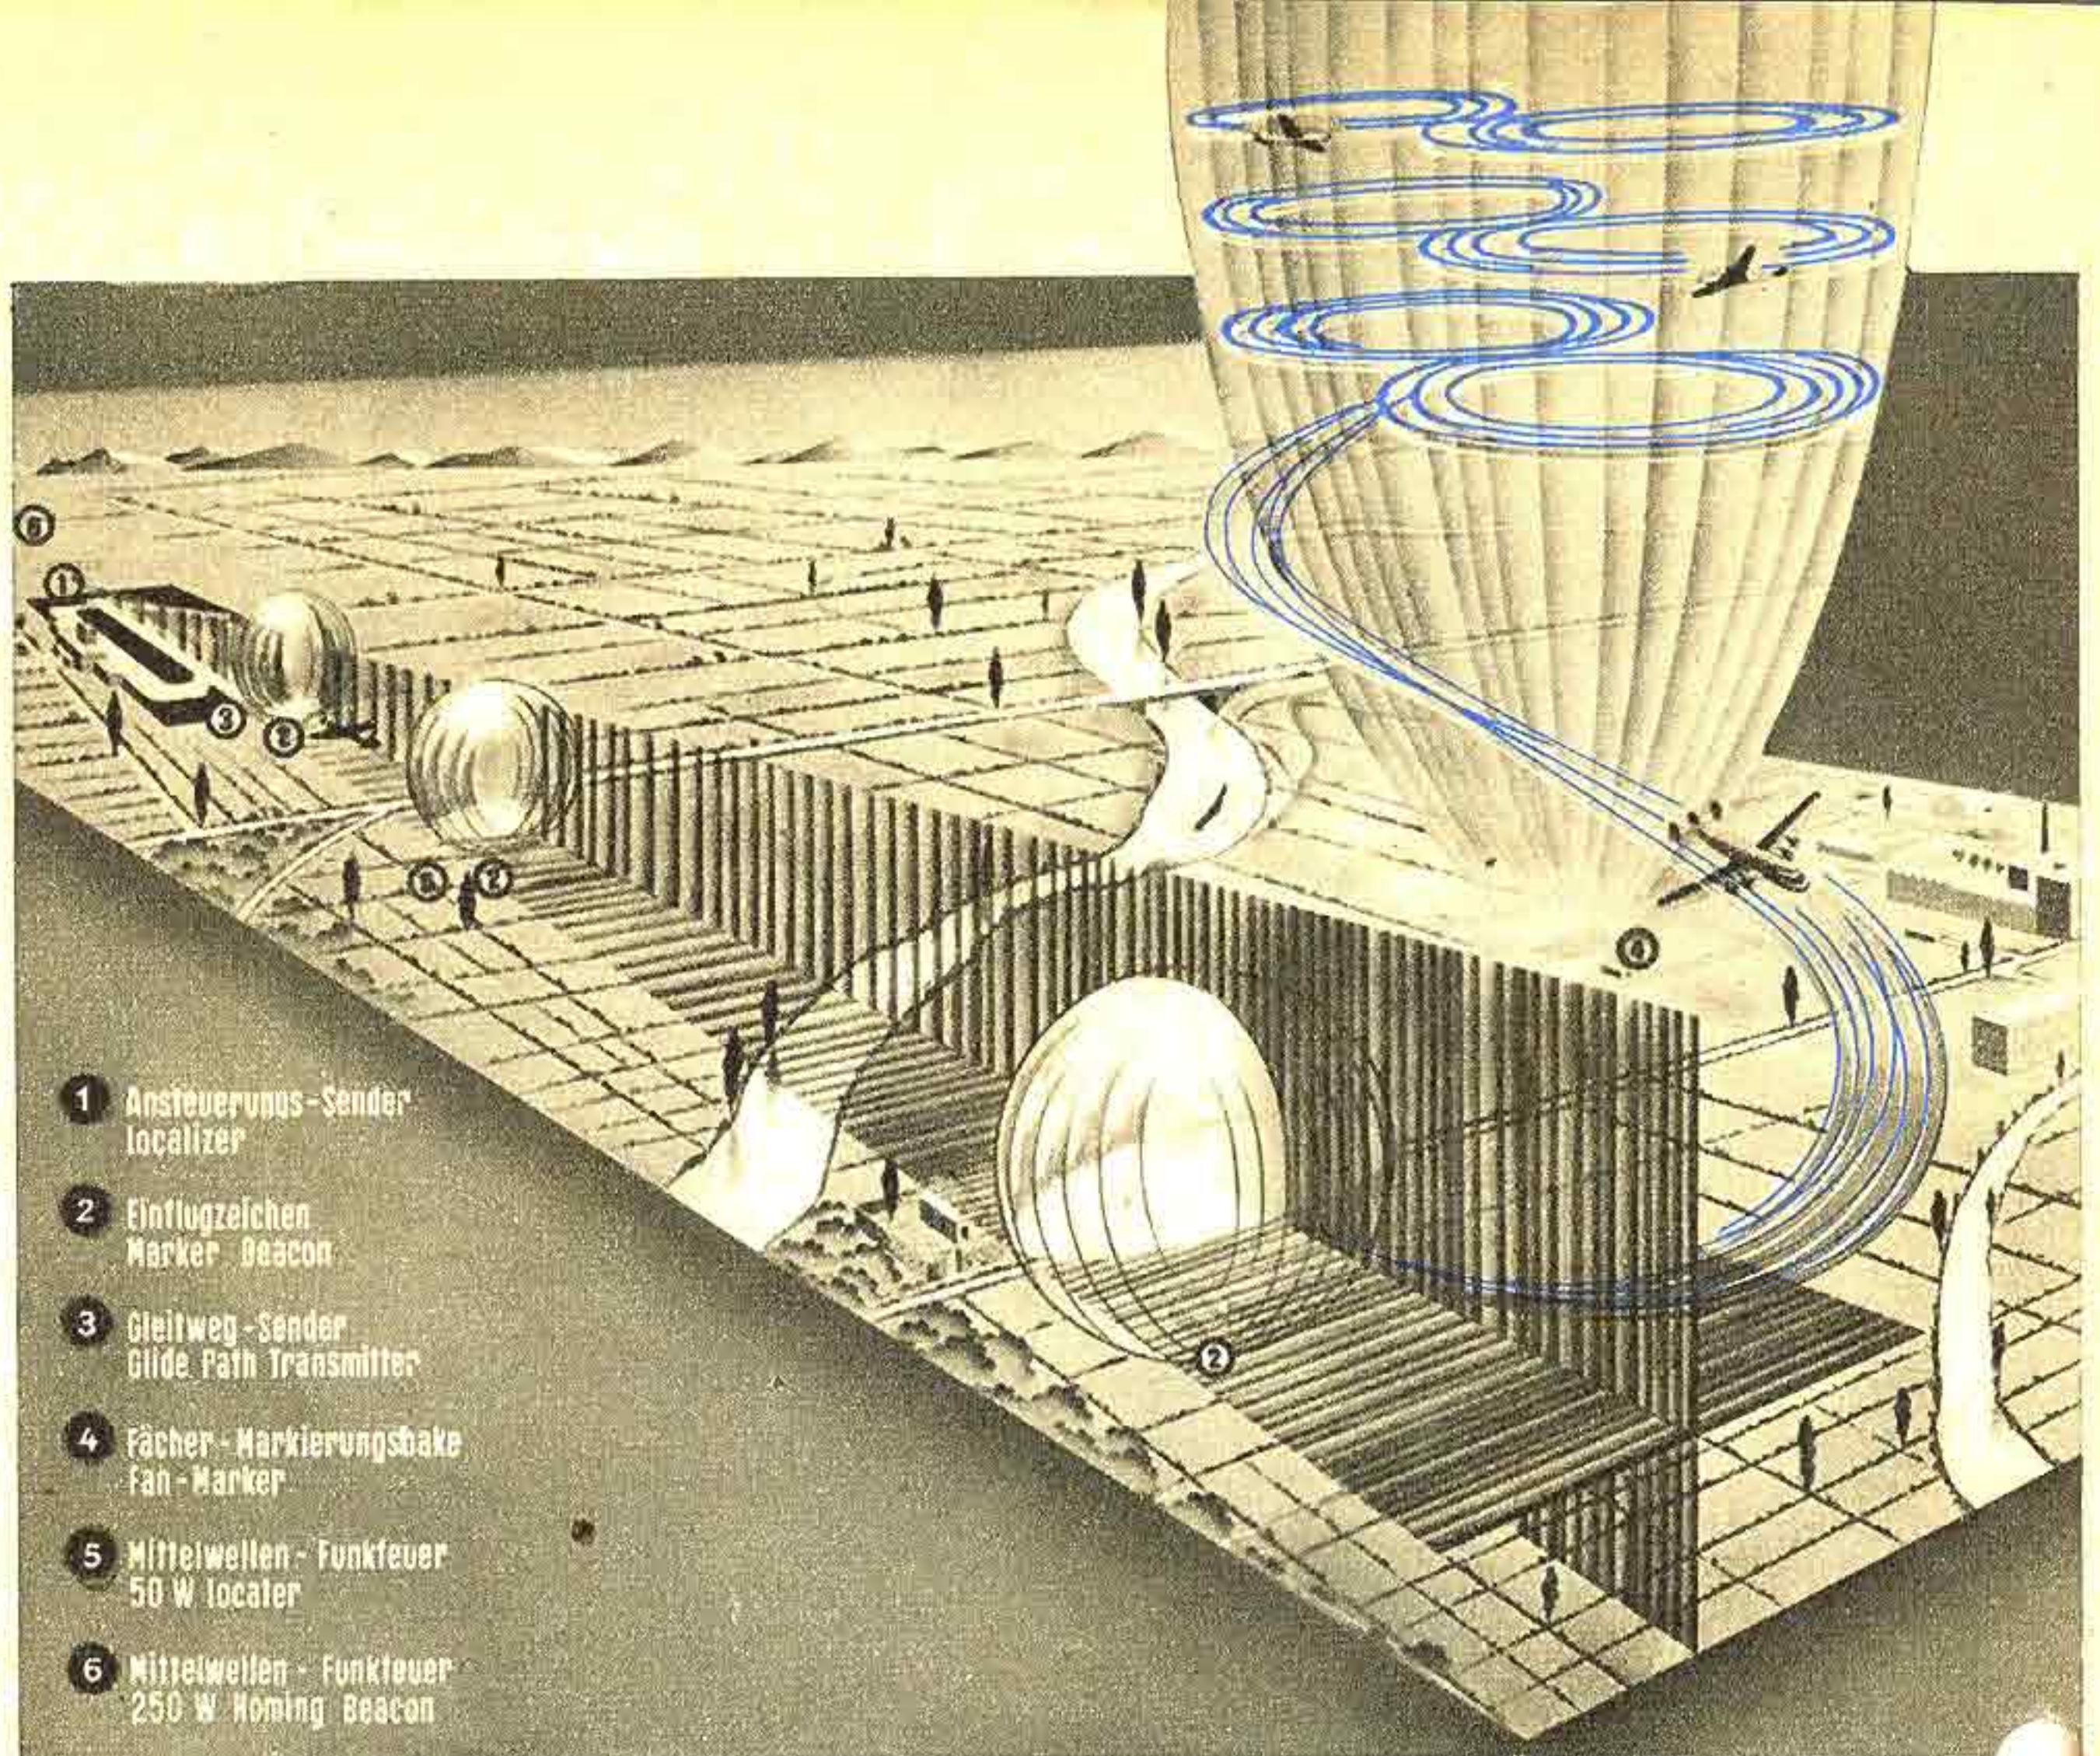
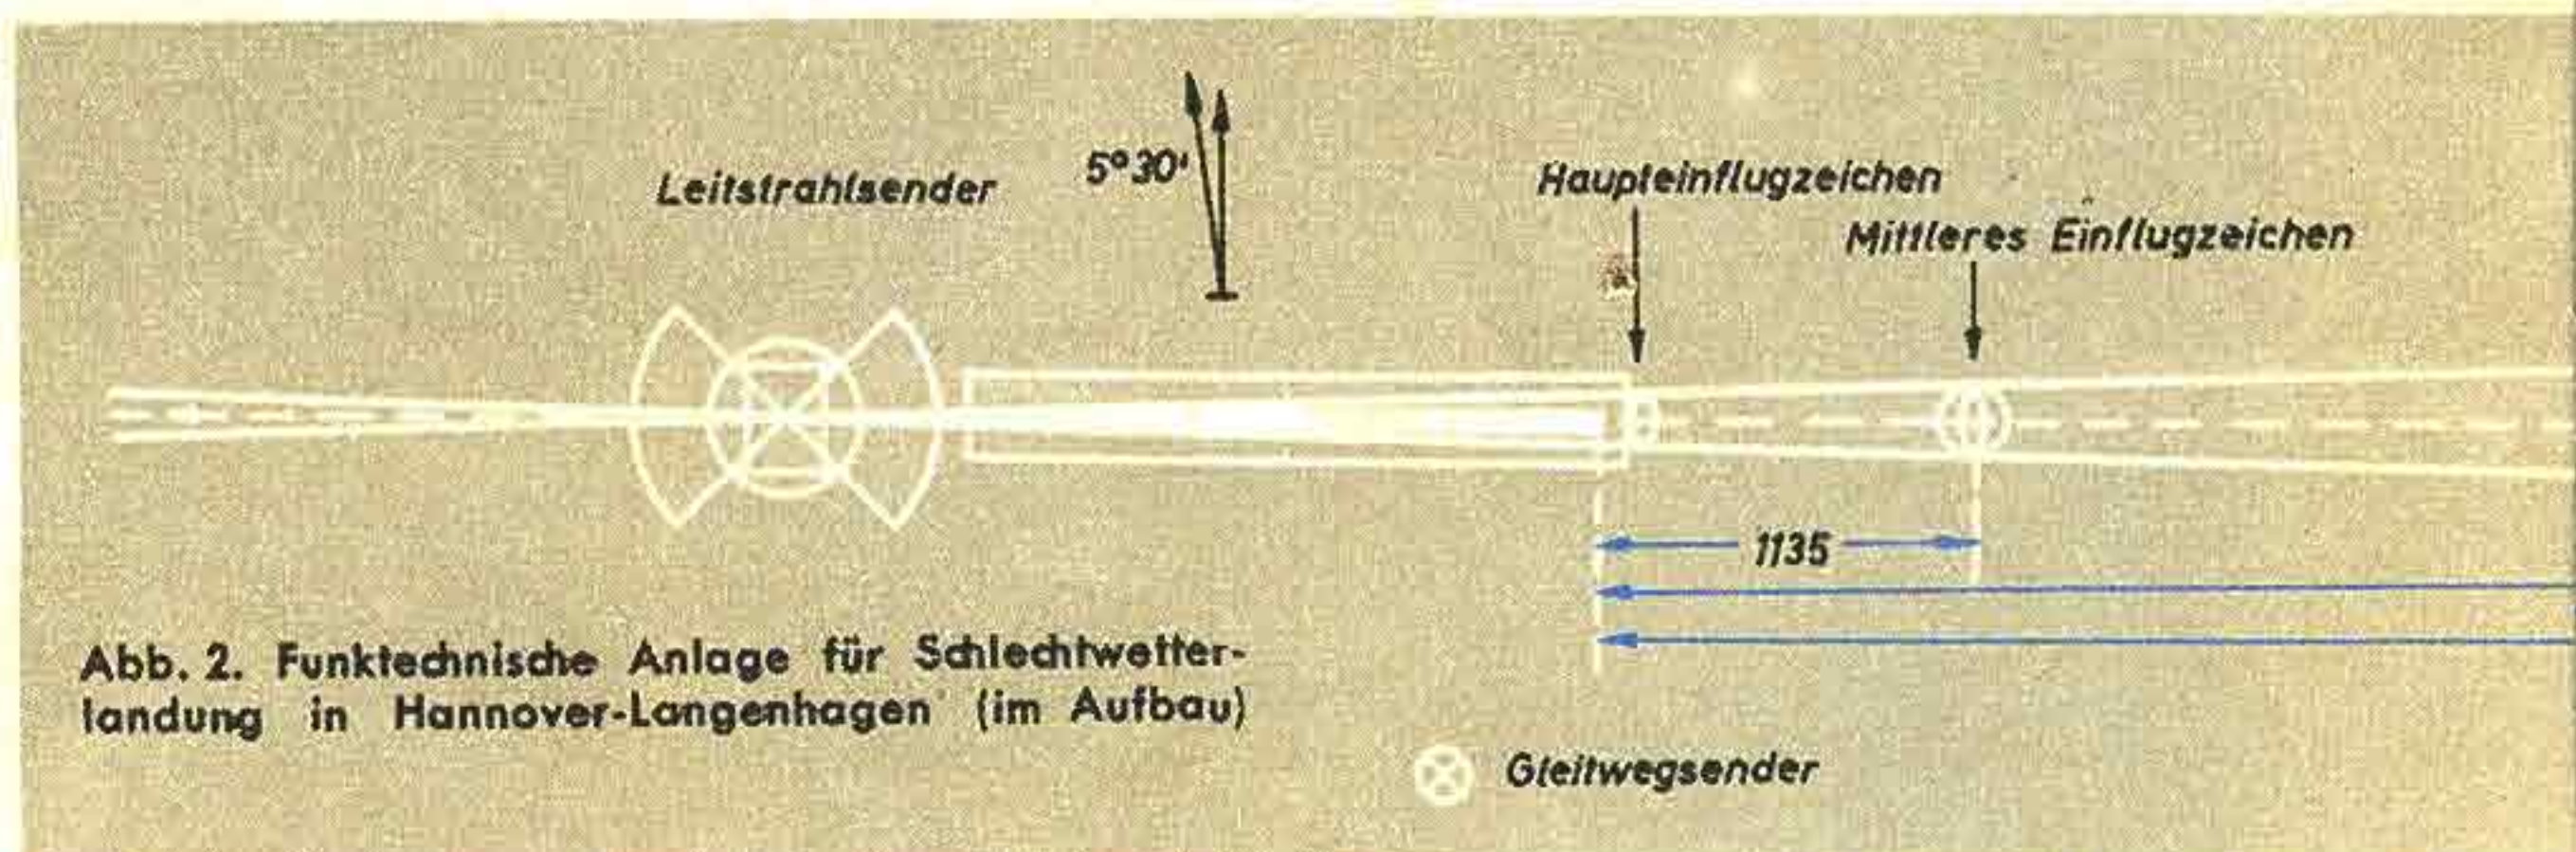

Abb. 1. Lorenz-Blindlandeanlage nach dem ILS-System
Abb. 2. Funktechnische Anlage für Schlechtwetterlandung in Hannover-Langenhagen (im Aufbau)
In Frankfurt, Hamburg und München wird nach dem ILS-System gearbeitet (ILS: Instrument Landing System = Instrumenten-Lande-System). Abb. 1 gibt einen Überblick über das Verfahren und zugleich einen Eindruck vom Landeverfahren überhaupt. Einige hundert Meter hinter dem Ende der betonierten Landebahn steht der Ansteuerungssender ①, auch Leitstrahlensender (Localizer) genannt. Er stellt mit einer Frequenz von 109,5 MHz eine senkrechte „Ebene“ genau auf die verlängerte Mittelachse der Startbahn, wobei die Aussendung dauernd mit 90 Hz moduliert ist. Der Gleitwegsender (Glidepath-Transmitter) ③ hat seinen Platz etwa 150 m seitlich der Bahn; seine Aufgabe besteht in der Erzeugung einer geneigten „Ebene“ mit einem Winkel von 2,5° gegenüber der Erdoberfläche, „Gleitweg“ genannt. Die Senderfrequenz ist 332,6 MHz, die Aussendung ist mit 150 Hz moduliert. Zur kompletten Anlage gehören ferner drei Einflugzeichensender (Marker) ② auf 75 MHz; sie legen drei „Wände“ quer zur Flugrichtung und melden dem Piloten beim Durchfliegen den Abstand bis zum Beginn der Rollbahn:
Bei der hohen Landegeschwindigkeit moderner Flugzeuge wird häufig auf die Errichtung des inneren Einflugzeichensenders verzichtet. Abb. 1 macht klar, daß sich das Flugzeug lediglich auf dem Schnittpunkt beider Ebenen zu halten braucht und der Pilot auf die Einflugzeichen zu achten hat; dann kommt es sicher herunter.
Außerdem ist in Abb. 1 die Fächermarkierungsbake ④ angedeutet, ein senkrecht nach oben strahlendes Funkfeuer zur Markierung des „Warteraums“. Wir deuteten im ersten Teil dieses Berichtes (FUNK-TECHNIK, Bd. 8 [1953], H. 6, S. 164) die große Verkehrsdichte in der Nähe mancher Flughäfen an. Nicht jede eintreffende Maschine kann daher sofort landen, denn die Landebahn muß zuerst frei sein. Der Flugleiter schickt die Maschine in den Warteraum; hier muß sie sich in der befohlenen Höhe halten und Schleifen fliegen (vgl. Abb. 2). Die Maschinen werden „gestapelt“, wie der Fachausdruck heißt. Alle zwei Minuten ist eine Warteschleife beendet, anschließend darf die Maschine meistens (d. h. nach Anweisung vom
Kontrollturm) eine Etage tiefer gehen, so daß über ihr Raum für eine weitere Maschine frei wird. Langsam schraubt sich unser Flugzeug nach unten, erhält schließlich Landeerlaubnis und fliegt entsprechend Abb. 1 in der „Verfahrenskurve“ in die richtige Anfangsposition auf den Gleitpfad, den es herabzu„reiten“ gilt. In der Kanzel sieht der Pilot auf das Kreuzzeigerinstrument seiner ILS-Anlage, das ihm die evtl. Ablage nach der Seite und der Höhe nach meldet, und hört im Kopfhörer die Einflugzeichen mit ihren Punkten und Strichen.